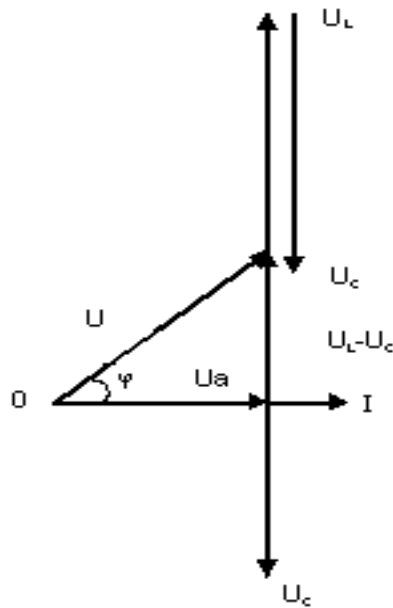

Рис.41
1) за начальный вектор принимаем вектор тока, поскольку ток является одинаковой величиной для всех участков цепи. Строим этот вектор горизонтально в масштабе (рис.41).